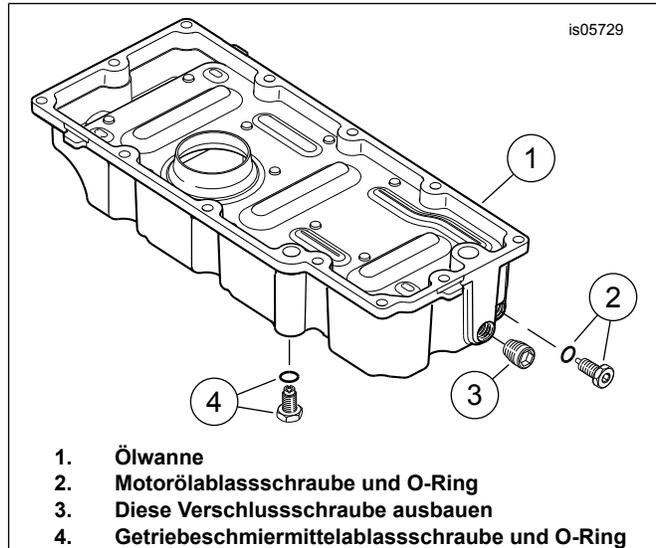

Abbildung 1. Ölwanne und Schrauben, FL Touring-Modelle
1. Siehe Abbildung 1. Den nicht verwendeten Rohrverschluss (3) (NICHT die Motorölablassschraube, Teil 2) links vorne an der Ölwanne ausbauen.